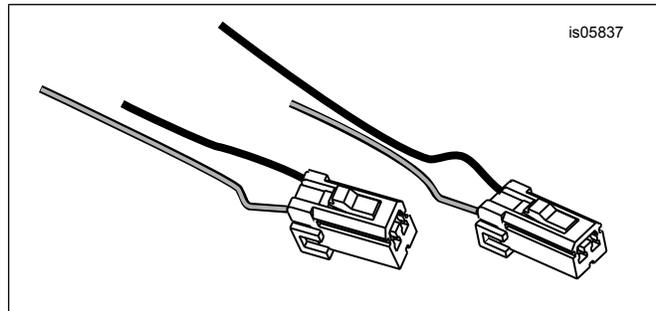

Abbildung 3. Geschnittene Kabelenden mit Steckverbinder
Die Kabel müssen abgeschnitten werden, damit sie durch die neue Blinkerleiste passen. Den schwarzen Kabelkanal entfernen, damit die Schnitte wie in Abbildung 3 dargestellt gespleißt und versetzt werden können und der Kabelkanal über die versiegelten Steckverbinder passt, nachdem die Kabel verspleißt wurden.
4. Siehe Abbildung 3. Das schwarze (BK) und braune (BN) Kabel ca. 10–15 cm (4–6 in) vom rechten Blinker-Buchsengehäuse [18B] entfernt versetzt schneiden (wie dargestellt). Das schwarze (BK) und violette (V) Kabel des linken Blinker-Buchsengehäuses [19B] auf gleiche Weise schneiden. Die abgeschnittenen Kabelenden einschließlich der Steckverbinder aufheben.